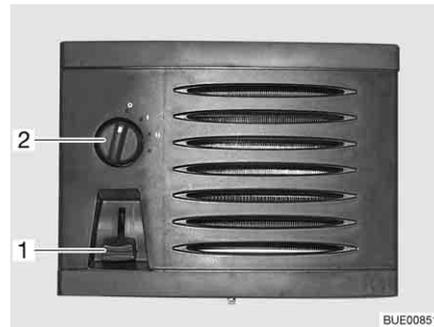

Fig. 167 Elementi di comando dello scambiatore di calore aggiuntivo
- Spingere il regolatore a scorrimento (Fig. 167,1) della valvola regolatrice di flusso verso il basso fino alla posizione desiderata. Il circolo dell'acqua è aperto.
- Ruotare l'interruttore (Fig. 167,2) della ventola di ricircolo in senso orario.
- Posizionare l'interruttore della ventola (Fig. 167,2) su "O".
- Spingere il regolatore a scorrimento (Fig. 167,1) della valvola regolatrice di flusso completamente verso l'alto.